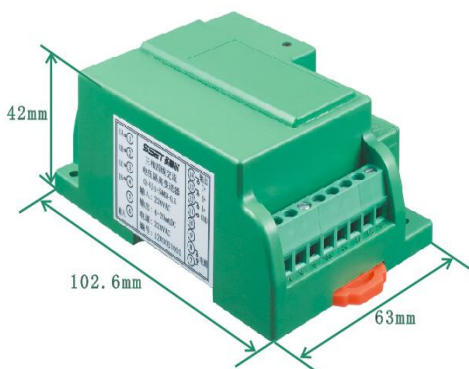
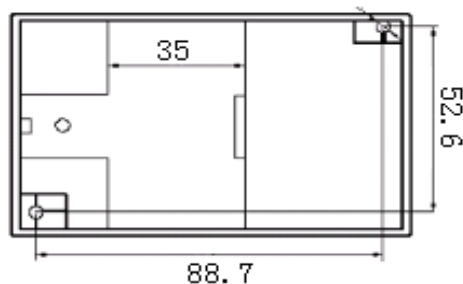

图 1 MSK 外形图
图 4 MSK 型安装尺寸图
- ① 把变送器固定卡槽一侧勾在安装导轨上;
- ② 向下牵动弹簧销(如图 1 底端的红色弹簧销);
- ③ 使变送器卡口套在安装导轨上;
- ④ 松开弹簧销, 变送器即卡在安装导轨上。
- ① 按图 4 中的螺孔位置在固定板上攻丝 M3 螺钉孔;
- ② 使用 M3 的螺钉拧入螺钉孔中固定;